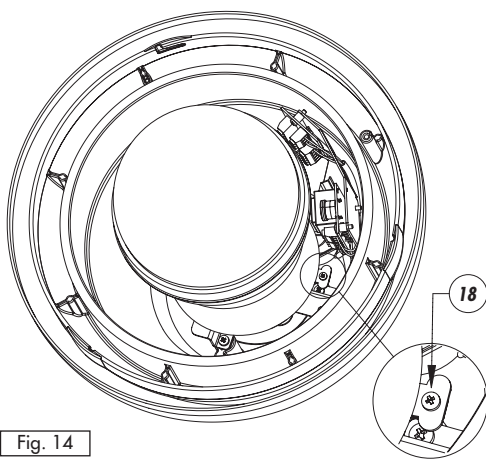

Fig. 14
- A questo punto è possibile fissare (Fig. 14) la vite di sicurezza (18).
- Fixer enfin (Fig. 14) la vis de sécurité (18).
- Now it is possible to fix (Fig. 14) the security screw (18).
- Die Sicherheitsschraube (18) in das fixierte Loch einsetzen und befestigen. (Fig. 14).